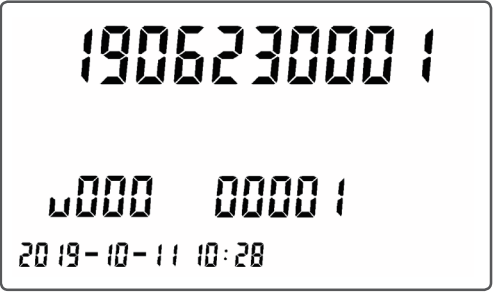

图 7
e. 未开户时，第五屏界面如图 7 所示，出厂编号和版本号显示